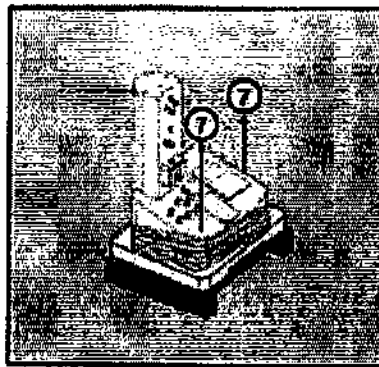

Рис. 3.6.
7. Разверните большую тарную коробку (см. рис. 3.6)